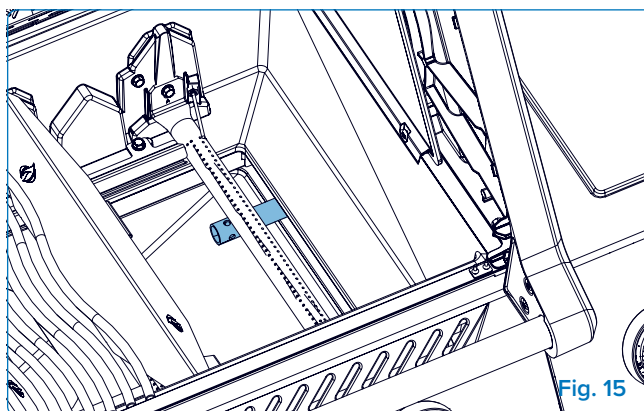

Fig. 15
5. **Le tuyau de sortie du fumoir** – peut être dévissé pour le nettoyage—insérez un tournevis dans les trous de l'embout pour plus de levier (**Fig. 15&16**).